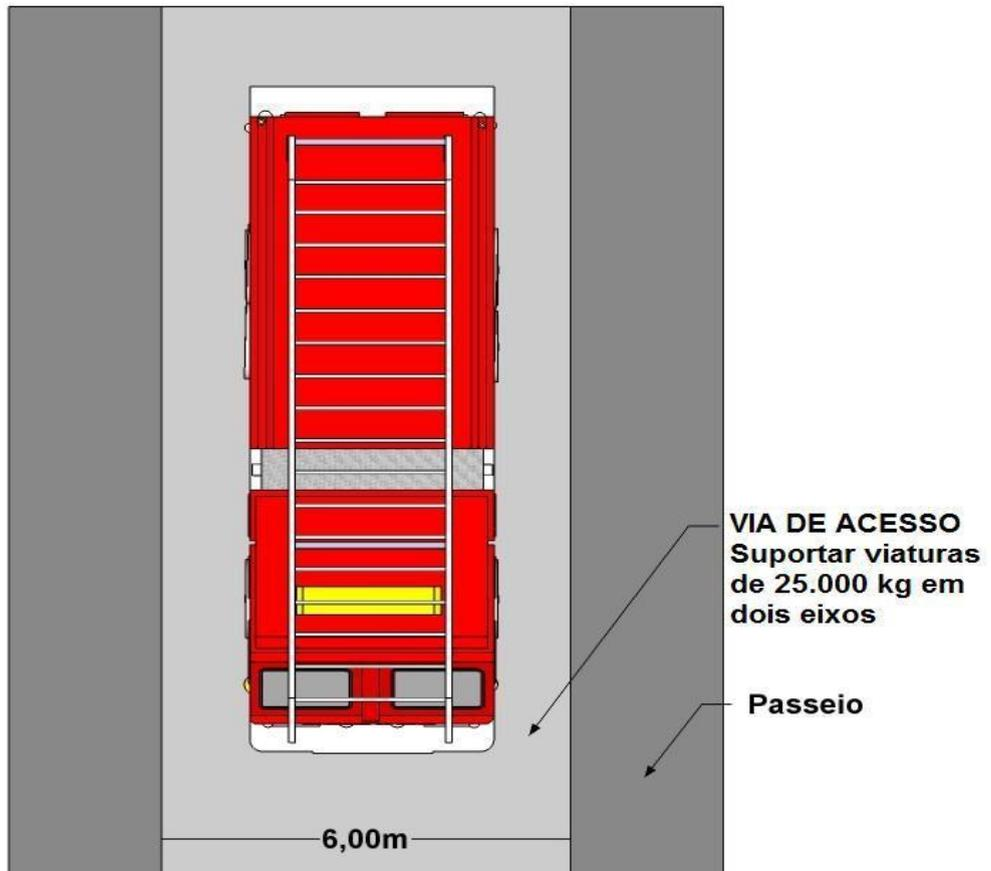

Figura 1 - Largura mínima da via de acesso deve ser 6 m.
5.1.1.1 Largura mínima de 6 m (Figura 1).